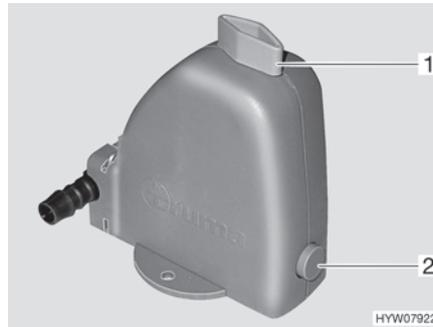

Fig. 79 Valvola di sicurezza/di scarico
Il riscaldamento è dotato di una valvola di sicurezza/di scarico (Fig. 79). La valvola di sicurezza/di scarico impedisce che l'acqua per la preparazione dell'acqua calda congeli in presenza di basse temperature esterne, quando il riscaldamento non è acceso.
- Chiudere la valvola di sicurezza/di scarico. A tal fine ruotare la manopola (Fig. 79,1) verticalmente rispetto alla valvola di sicurezza/di scarico e premere verso l'interno il bottone automatico (Fig. 79,2).
- Aprire la valvola di sicurezza/di scarico. A tal fine ruotare la manopola (Fig. 79,1) nel senso della lunghezza della valvola di sicurezza/di scarico. Il bottone automatico (Fig. 79,2) scatta all'infuori. Il serbatoio dell'acqua sanitaria viene svuotato verso l'esterno tramite la valvola di sicurezza/di scarico.